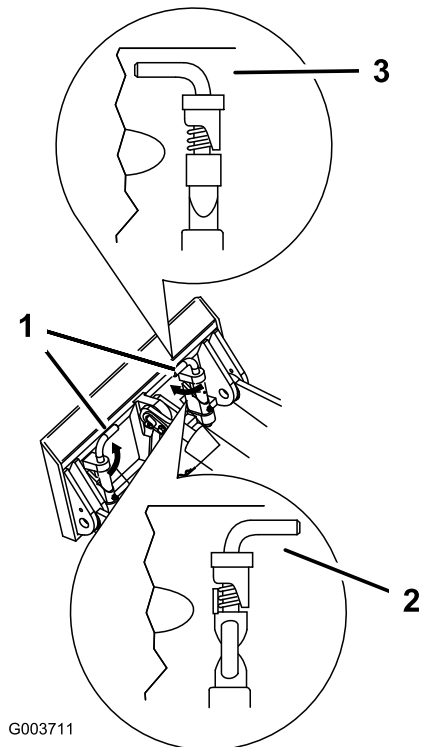

Figure 20
- Engagez complètement les goupilles à fixation rapide dans la plaque de montage (Figure 20).